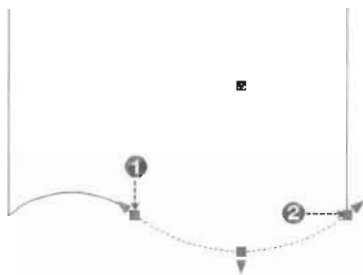

图 3-141
(8) 单击“绘图”工具栏中的“圆弧”按钮, 用“起点、端点、半径”方式以圆弧的末端点为起点绘制圆弧, 命令执行过程如下。
命令: _arc 指定圆弧的起点或 [圆心(C)]: //捕捉如图 3-141 所示的点 (1)
指定圆弧的端点: //捕捉如图 3-141 所示的点 (2)